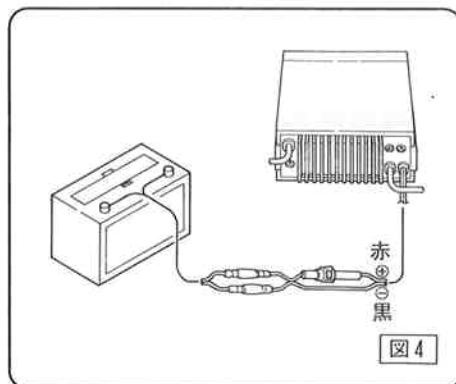

図 4
① C5000、C5000D への電源供給は、自動車のバッテリーより行います。
② 自動車のバッテリーと C5000、C5000D との接続は、C5000、C5000D に付属されている 2.5m の電源コードを使用し、図 4 のように行ってください。